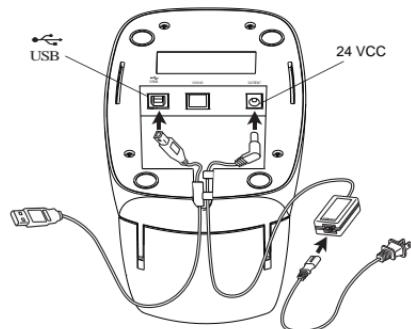

Figura 39
- 3 Inserte el cable de alimentación en el adaptador de corriente. Ver Figura 39.